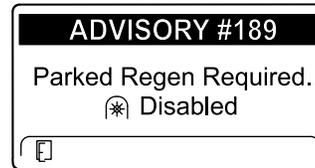

Figura 67
- Si usted no realiza una regeneración estacionaria en el plazo de 2 horas, el InfoCenter muestra el AVISO N.º 189 – Regeneración estacionaria necesaria – Toma de fuerza deshabilitada (Figura 67).